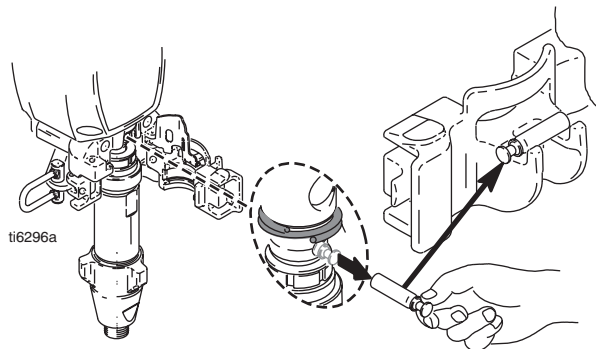

FIG. 23
2. FIG. 23. Pare la bomba con el eje del pistón en su punto más bajo.